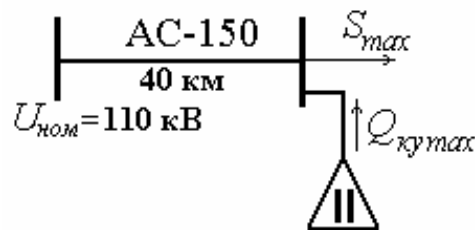

Рис. 65. Схема сети к задаче 44
**Задача 44.** Промышленное предприятие (рис. 65) потребляет мощность  $S_{max} = 20 + j18$  МВ·А. *Оценить* уменьшение потерь электроэнергии в линии электропередачи, питающей данное предприятие, после установки на предприятии компенсирующих устройств мощностью  $Q_{куmax} = 8$  Мвар. Линия выполнена проводом марки АС-150 ( $r_o = 0,21$  Ом/км,  $x_o = 0,4$  Ом/км). Время использования наибольшей нагрузки  $T_{H2} = 6000$  ч.